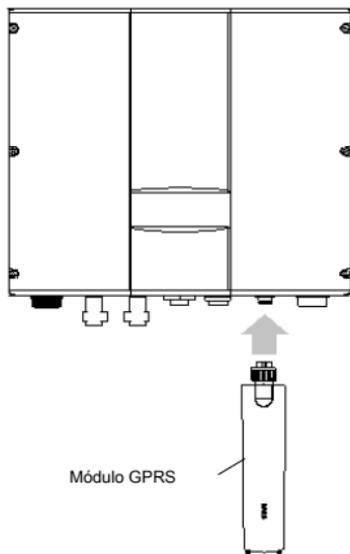

Figura 5.17 Instalación del módulo GPRS
El módulo GPRS es opcional y actualmente solo es compatible con BPD004TNAC y BPD2K2-5K5TRAC (S). Si se requiere un módulo GPRS, conéctelo a la interfaz "GPRS", consulte la Figura 2.2 (b) del inversor. La figura 5.17 muestra la conexión. Para obtener detalles sobre cómo utilizar el módulo GPRS, consulte el manual del usuario que se entrega con él.